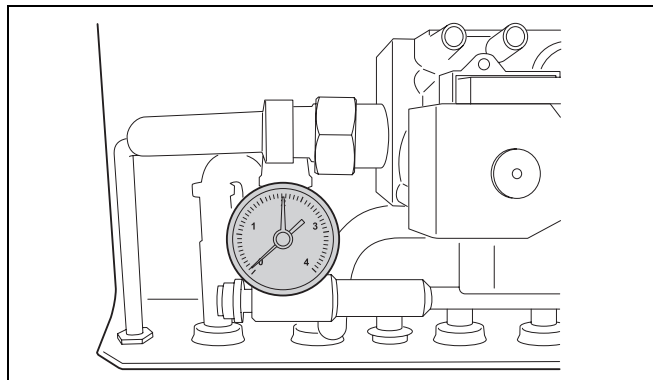

Fig. 17 Indicazione della pressione
- Aprire con attenzione il rubinetto dell'acqua e riempire lentamente l'impianto di riscaldamento. Prestare attenzione all'indicazione della pressione (fig. 17) per il circuito di riscaldamento. È necessario che la pressione di riempimento dell'impianto sia pari almeno alla pressione di precarica del vaso di espansione, più 0,5 bar. La pressione minima è di 1,0 bar (a impianto freddo). La pressione massima non può superare i 3 bar (alla temperatura massima del medio scaldante) (la valvola di sicurezza si apre).